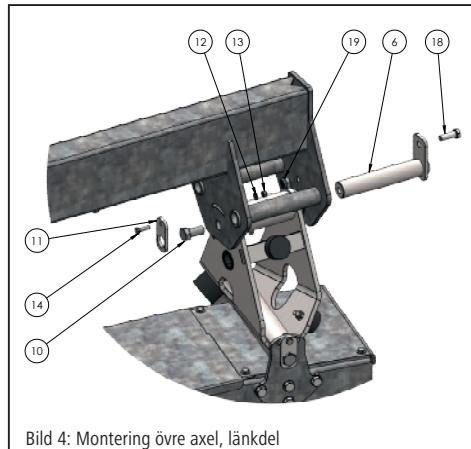
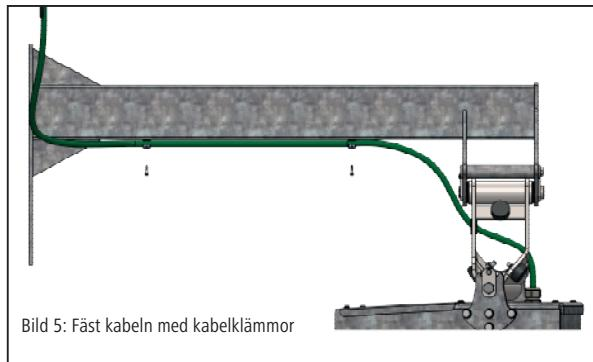

Bild 4: Montering övre axel, länkdel
Bild 5: Fäst kabeln med kabelklämmor
1. Demontera den övre axeln (bild 4 – nr 6) från länkdelen.
5. Skjut den övre axeln (bild 4 – nr 6) genom lagringen i upphängningsarmen och montera.
6. Fäst axeln med fästsksruvar M14 (bild 4 – nr 10).
7. Säkra axeln med skruv (bild 4 – nr 18) och självslående mutter (bild 4 – nr 19) mot att vrida sig.
8. Säkra fästsksruven M14 med säkringsplåt (bild 4 – nr 11), skruv (bild 4 – nr 11), bricka (bild 4 – nr 12) och självslående mutter (bild 4 – nr 13) mot att lossa. Fäst motorkabeln på upphängningsarmen med klämmor och självslående skruvar (bild 5).